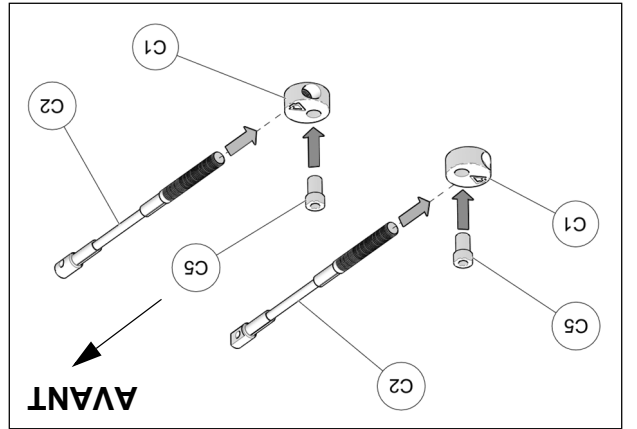

Fig. 23
11. Assembler les câbles des limiteurs de conduite (C2), les disques en aluminium (C1) et les bagues espaceurs (C5) tel que montré à la Fig. 23.